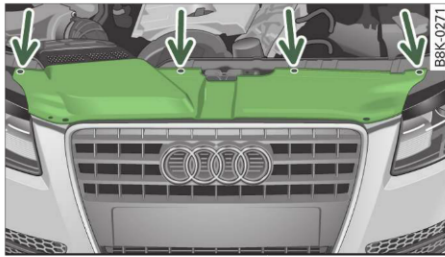

Fig. 259 Măscă: Punctele de fixare marcate
- Desfaceți șuruburile de fixare ⇒ fig. 259 a măștii și scoateți masca.